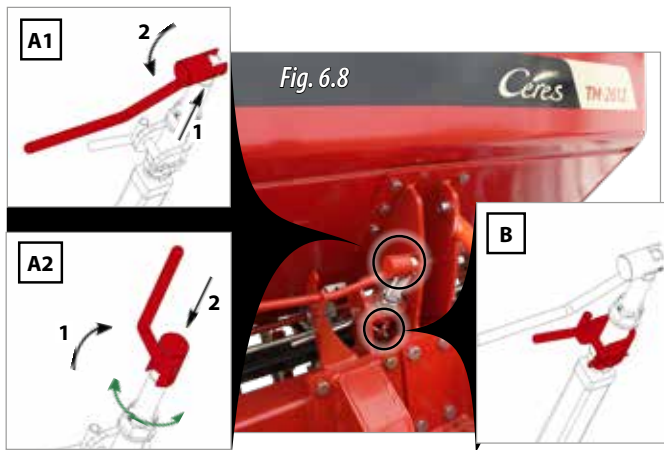

Fig. 6.8
**2-** Les manivelles sont fixées sur le châssis (A1, Fig. 6.8), les déplacer dans leur position de réglage (A2, Fig. 6.8).
**3-** Tourner la manivelle pour relever ou abaisser l'élément semeur de ce côté (flèches en vert A2, Fig. 6.8.).
**4-** Placer la manivelle en position fixe (remarques A1, Fig. 6.8).
LA MACHINE QUITTE L'USINE AVEC LES BUTOIRS DES GLISSIÈRES MONTÉS (B, FIG. 6.8), DOIVENT **UTILISÉS QUE SUR DES SOLS EXTRÊMEMENT DURS** AVEC CES BUTOIRS MONTÉS, NOUS POUVONS SUPPORTER LE POIDS DE LA MACHINE DE L'ÉQUIPEMENT DE SEMIS. DANS CE CAS, LES ROUES POUR LE CONTRÔLE DE PROFONDEUR AVANT DOIVENT ÊTRE SOULEVÉES POUR ÉVITER D'ENDOMMAGER LES ROUES PENDANT LE TRAVAIL.